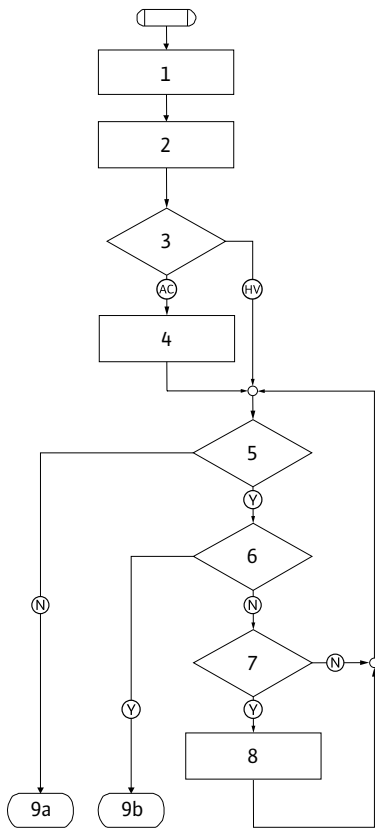

Fig. 51: tipo de fallo E, esquema
**Tipo de fallo E (fig. 51):**